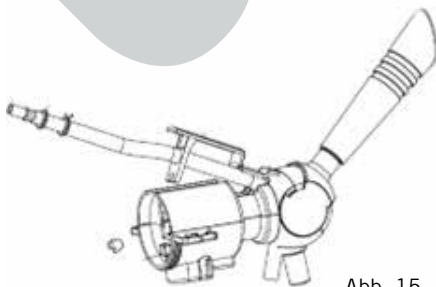

Abb. 15
6. Drücken Sie den chromfarbenen, quadratischen Knopf unter dem Schlauch der Zapfhahn-Einheit im Geräteinneren. Sie können nun den Deckel mit Bierschlauch nach oben klappen (Abb. 15).